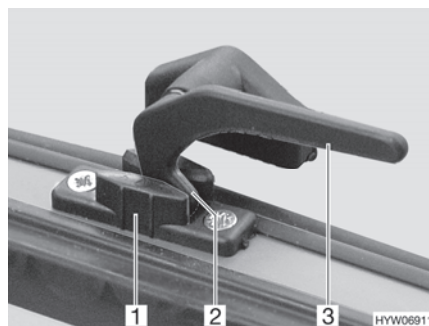

Bild 70 Verriegelungshebel in Stellung "Dauerbelüftung"
- in Stellung "Dauerbelüftung" (Bild 70)
- Alle Verriegelungshebel (Bild 70,3) eine viertel Umdrehung zur Fenstermitte hin drehen.
- Alle Verriegelungshebel wieder zurückdrehen. Die Verriegelungsnase (Bild 70,2) dabei jeweils in die Aussparung der Fensterverriegelung (Bild 70,1) einfahren.